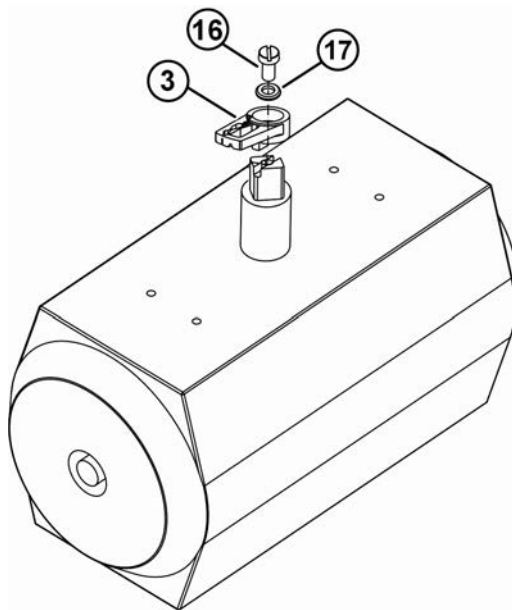

图 21: 执行机构上传动销的安装
- 图 21: 将传动销（3）放到执行机构的轴末端上，并用柱头螺丝（16）和垫圈（17）将其固定。